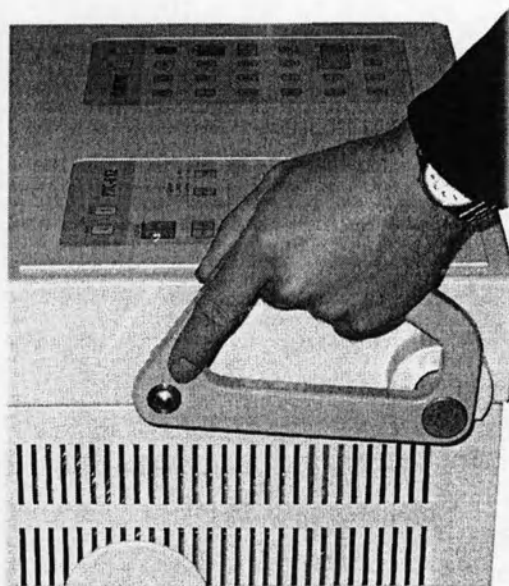
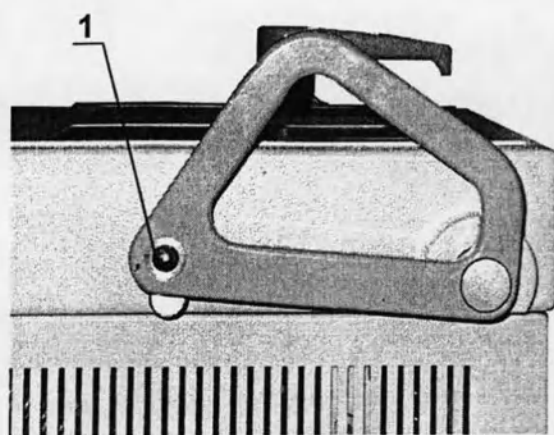

Рис.2.1. Ручка управления тормозом колес.
Рис. 2.2. Ручка тормоза колес.
На рис.2.1 показан фрагмент верхней панели левой части тумбы, с поворачиваемой ручкой управления тормозом колес.
На рис.2.1 и рис.2.2 показано положение ручки, когда колеса не заторможены (передвижение тумбы по полу возможно). Ручка находится в фиксированном положении.
- Взяться за ручку (рис.2.1), Нажать на кнопку, расположенную на ручке (рис.2.2, поз.1),
- Опускать ручку (вниз) до тех пор, пока она не упрется в ограничитель (рис.2.2).
РЕКОМЕНДАЦИЯ! Держитесь за ручку в её верхней части (рис.2.1).